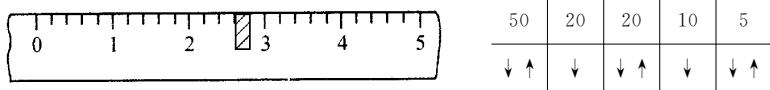

图 1-1-10
7. 高于 将左边的平衡螺母左旋或将右边的平衡螺母左旋,直至天平平衡 32.6 g,如图 1-1-10 所示